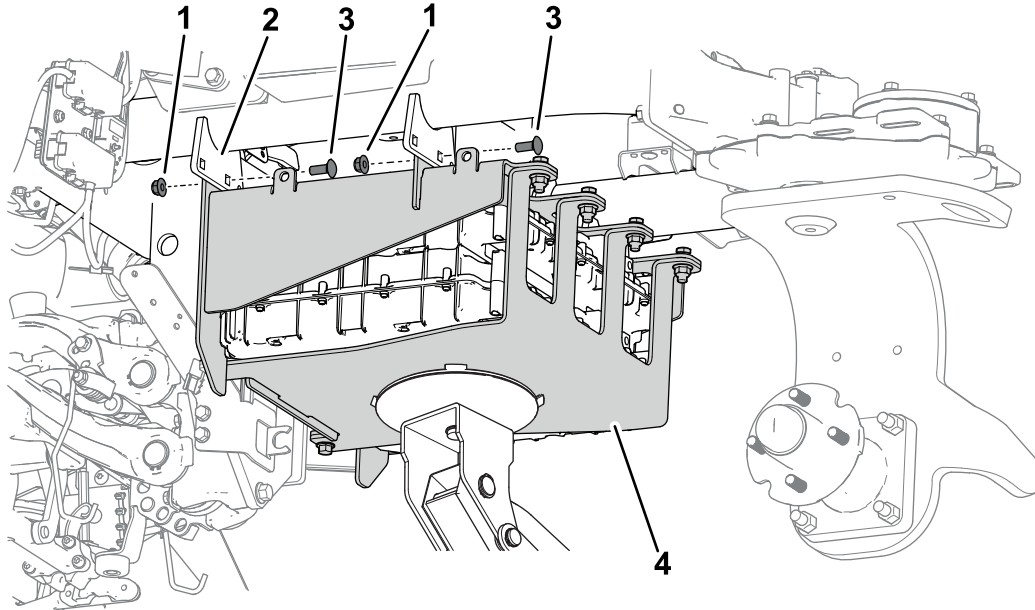

Figure 22
- B. Avec 4 boulons de carrosserie ($\frac{3}{8}$ " x 1") et 4 écrous à embase ($\frac{3}{8}$ "), fixez le bloc de batteries au cadre de la machine (Figure 22).